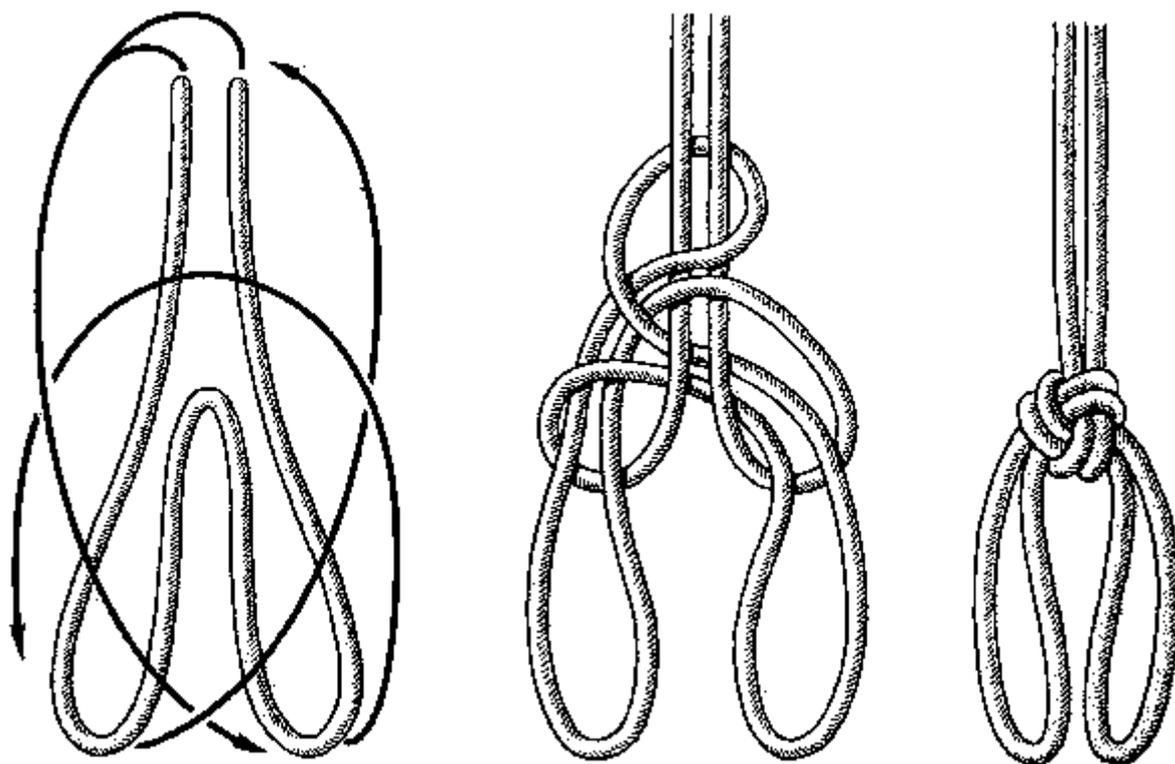

Рис. 139. Тройной плетеный узел
**Тройной плетеный узел** (рис. 139). По вязке относится к самым простым узлам, но требует большого внимания. Он лучше смотрится, если завязан на толстом плотном шнуре. Может быть использован для укорачивания шнуров гардин, штор и занавесей.